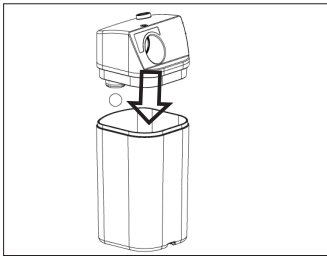

Рис. 7.
- Обеими руками слегка прижмите ее до упора к емкости (Рис. 7).